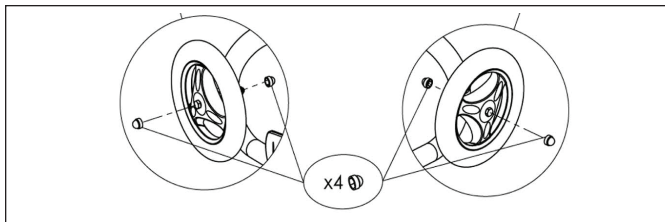

Figura 9. Colocación de tapas de ruedas
7. Coloque dos tapones (2) en las ruedas como se muestra en la figura 9.